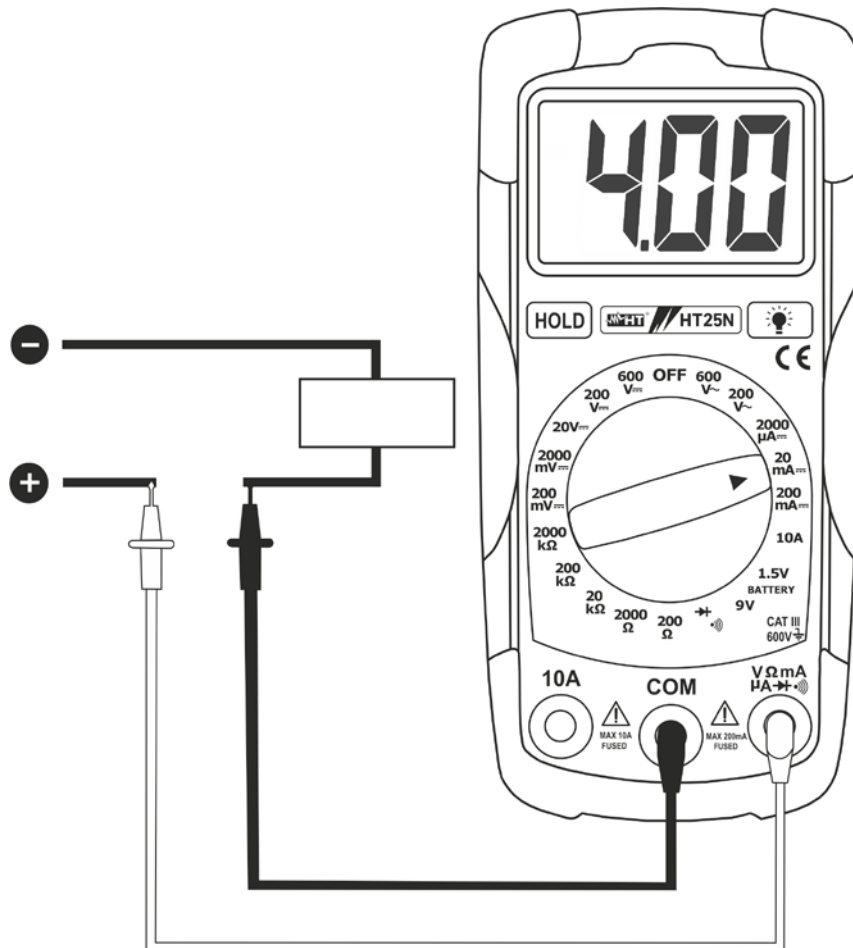

Abb. 4: DC-Strommessung
4. Verbinden Sie die rote und schwarze Messleitung mit dem Messkreis unter Beachtung der Polarität (s. Abb. 4)